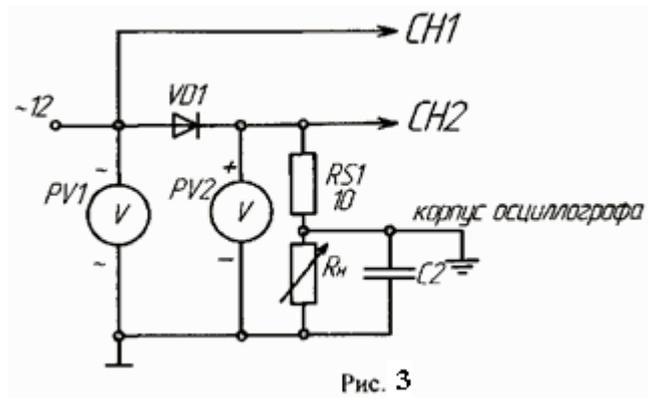

Рис. 3
4) Включить конденсатор  $C_2$  параллельно сопротивлению нагрузки (рис. 3); снять осциллограммы напряжения на диоде  $U_a$  и анодного тока  $I_a$ . Снять осциллограмму напряжения на нагрузке  $U_n$ , переключив корпус осциллографа на общий провод, не забудьте определить масштабы по току и напряжению;